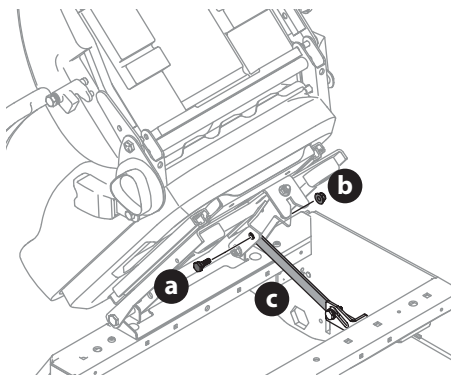

Figure 9
- Retirez la vis à épaulement (a) et le contre-écrou à collerette (b) du sac manuel et installez le support de verrouillage du siège (c) (Figure 9).